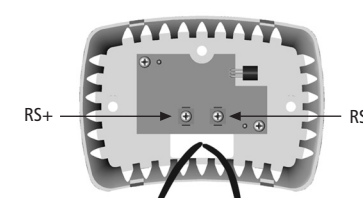

Figura 2
3. Tire de los alambres etiquetados a través de la abertura en el alojamiento posterior del sensor. (Figura 2)